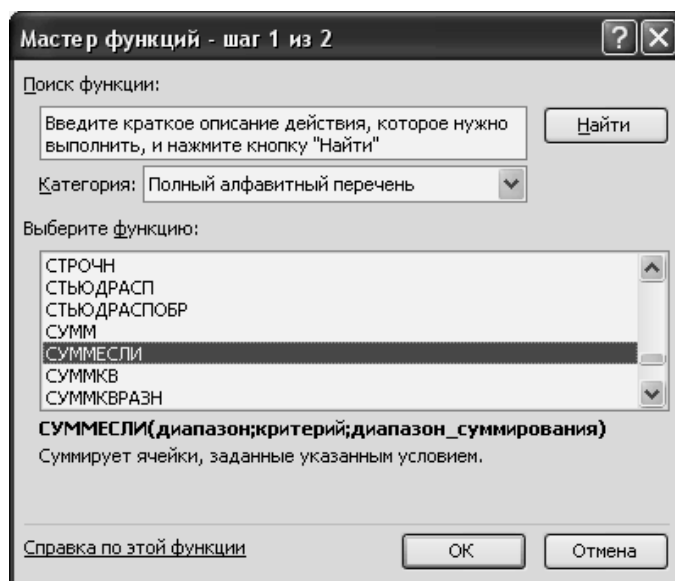

Рисунок 2.1 – Выбор функции
- найти функцию СУММЕСЛИ (рисунок 2.1) и нажать *OK*;